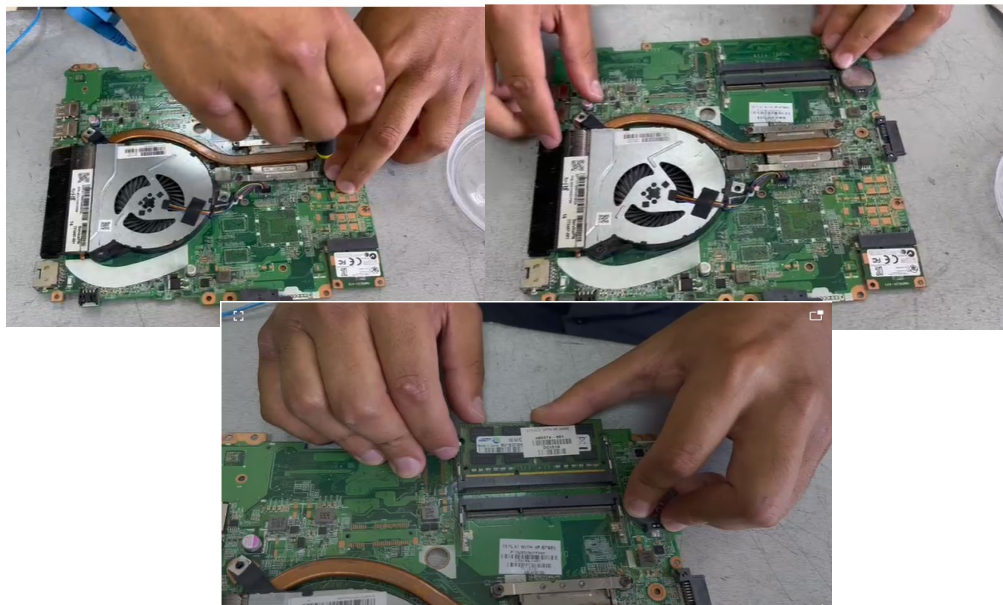

Figura 15. Ensamblaje de elementos internos.
15. Una vez que se culmino el mantenimiento preventivo de la laptop, se procede a ensamblar los elementos de la placa que se retiro como son el disipador de calor, el ventilador, la memoria RAM, y demás elementos, componentes y conectores como se muestra en la figura 15.